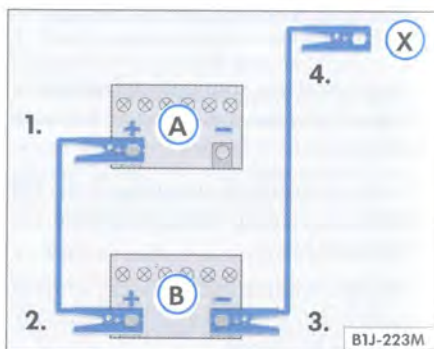

Fig. 159 Secuencia de conexión de los cables auxiliares de arranque
3. Conecte un extremo del cable auxiliar de arranque rojo al terminal positivo ⇒ fig. 159 ⊕ del vehículo con la batería descargada ⇒ fig. 159 ⊕A ⇒ ⚠.
4. Conecte el otro extremo del cable auxiliar de arranque rojo al terminal positivo ⇒ fig. 159 ⊕ del vehículo que suministrará la corriente ⇒ fig. 159 ⊕B ⇒ ⚠.
5. Conecte el otro extremo del cable auxiliar de arranque negro al terminal negativo ⇒ página 204, fig. 159 ⊖ del vehículo que suministrará la corriente ⇒ página 204, fig. 159.
6. Conecte el otro extremo del cable negro en el vehículo con la batería descargada a una pieza maciza ⇒ página 204, fig. 159 ⊗, firmemente atornillada al bloque del motor, pero evitando estar en las proximidades de la batería ⇒ ⚠.